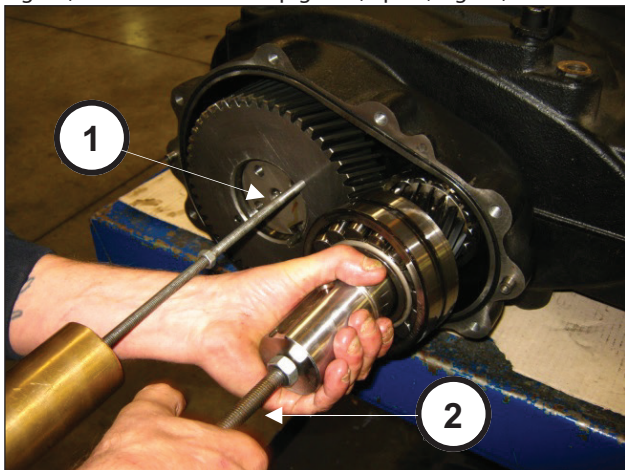

Fig. 11
Pour déposer l'ensemble pignon + couronne, appliquer des masses à inertie aux 2 orifices M8 de la couronne (rep. ①, Fig. 11) et à l'orifice M14 du pignon (rep. ②, Fig. 11).